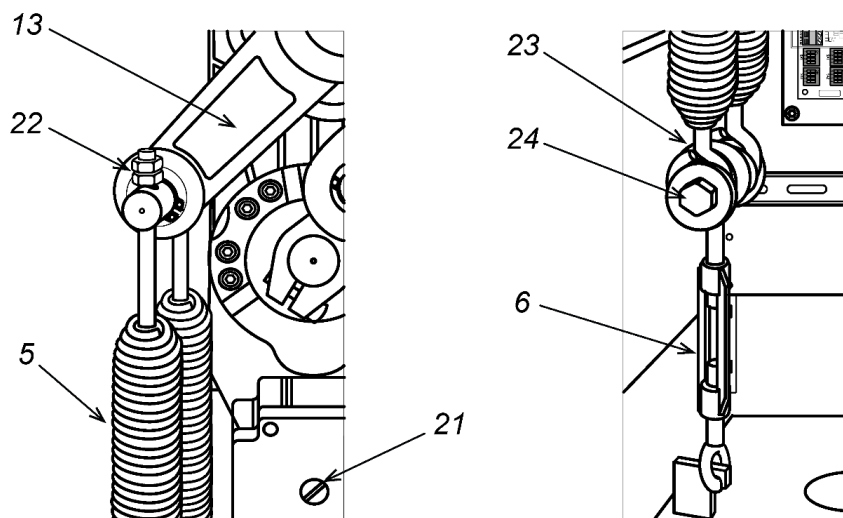

Рисунок 12. Установка балансировочных пружин
Снятие или установку стрелы производите при снятых балансирующих пружинах (см. разд. 8.6.4). Переведите кронштейн крепления стрелы в горизонтальное положение, для чего вращайте винт (ручку) разблокировки привода (21) по часовой стрелке до упора (см. рис. 12).
1. Снимите дверцу (2), открыв замок ключом.
2. На приводе стрелы переведите рычаг (13) в нижнее положение (см. рис. 12).
5. Также регулировать натяжение пружины можно при помощи гаек (22) на верхней шпильке пружины (см. рис. 12), при этом над гайками должно быть не менее 3-5 витков резьбы.